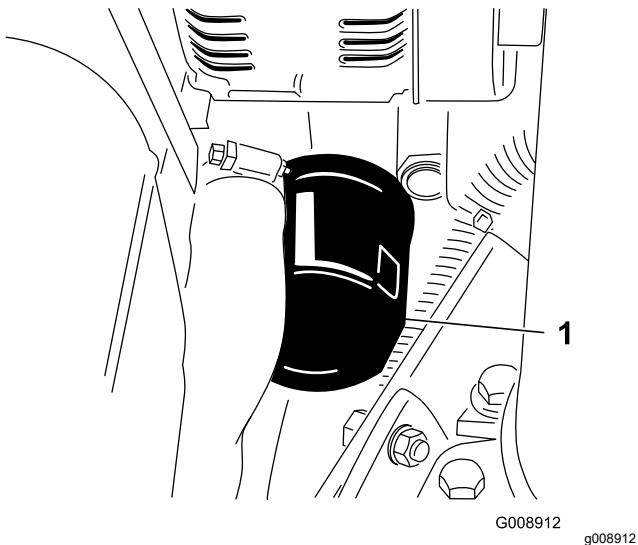

Figure 62
2. Déposez le filtre à huile (Figure 62).